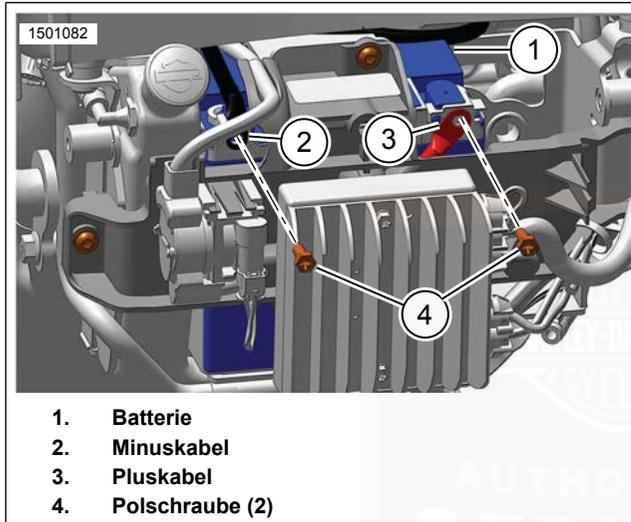
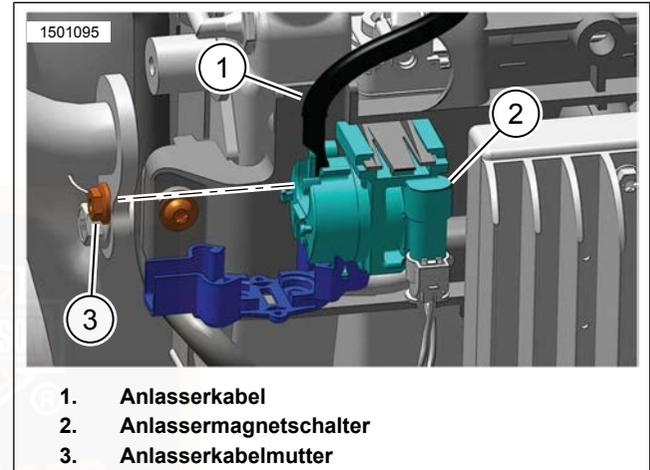

Abbildung 57. Batteriekabel
Abbildung 58. Anlasserkabel
2. Siehe Abbildung 57. Das Batterieminskabel (2) von der Batterie (1) abklemmen.
3. Das Batteriepluskabel (3) von der Batterie abklemmen.
4. Siehe Abbildung 58. Das Anlasserkabel (1) vom Anlassermagnetschalter (2) abklemmen.
4. Siehe Abbildung 57. Das Batteriepluskabel (3) an die Batterie anschließen. Festziehen.
6. Siehe Abbildung 58. Das Anlasserkabel (1) an den Anlassermagnetschalter (2) anschließen. Festziehen.